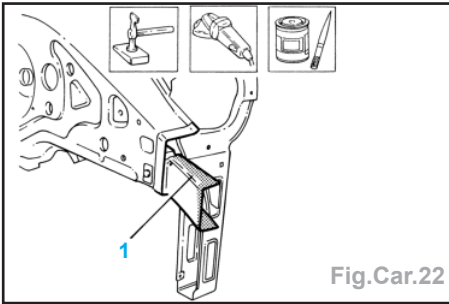

Fig.Car.22
- Déposer le renfort (2).
- Redresser les bords (1) avec un tas galbé et un marteau (Fig.Car.22).